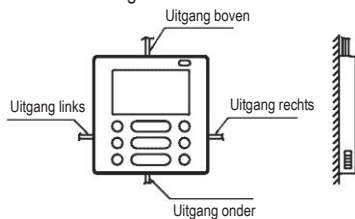

Afb. 3-7
- Plaats de batterij op de installatielocatie. Zorg ervoor dat de positieve zijde van de batterij overeenkomt met de positieve zijde van de installatielocatie (zie afb. 3-7).